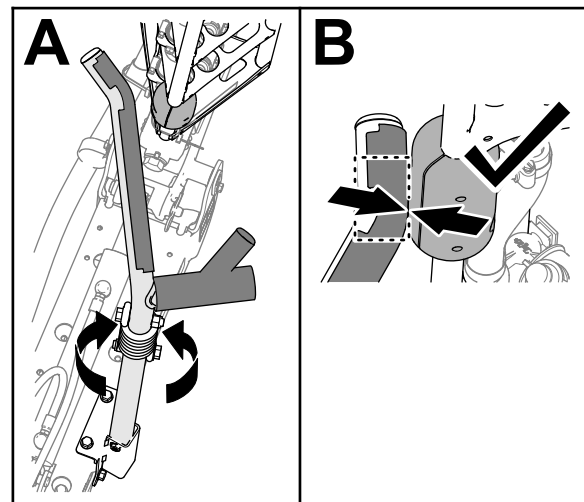

Figure 107
4. Tournez le berceau jusqu'à ce que le coude du tube soit en face du bloc coulissant sur le tube supérieur de la rampe extérieure (Figure 107).
Remarque: Les blocs doivent toucher le berceau au niveau du coude du tube supérieur (Figure 107).